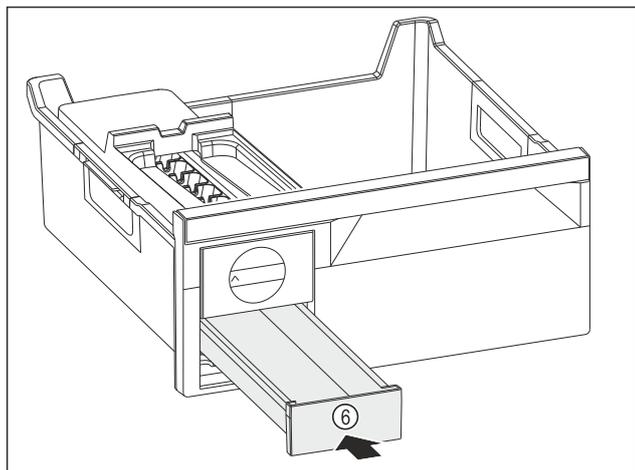

Fig. 81
- ▶ Вкарайте чекмеджето за ледени кубчета Fig. 81 (6).